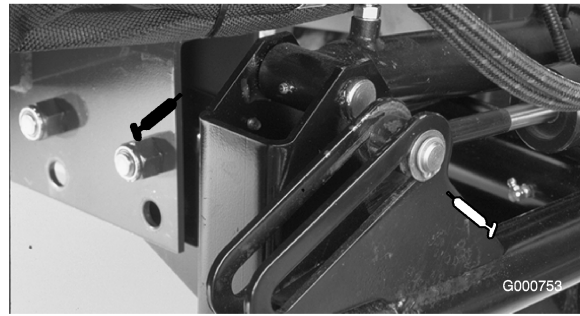

図 31
- ・ 前昇降シリンダ (3ヶ所) (図 31 と 図 32)